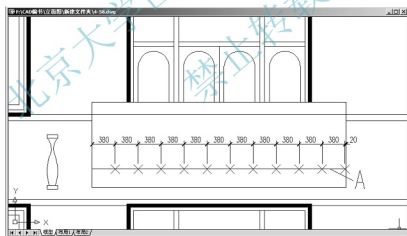

图 4.59 定距等分插点
(1) 执行菜单栏中的【绘图】|【点】|【定距等分】命令，或在命令行输入“ME”后按 Enter 键，启动【定距等分】命令。
① 在**选择要定距等分的对象**：提示下，单击 A 线的左半部分，选择 A 线。
② 在**指定线段长度或【块(B)】**：提示下，输入“380”，表示从 A 线左边开始，用 380mm 的距离对 A 线进行测量。结果从 A 线左端点每 380mm 插入一个点，如图 4.59 所示。